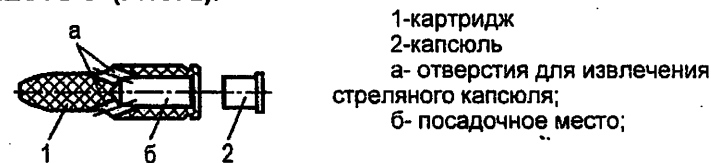

Рисунок 2 – Установка капсюля в патрон
- аккуратно установить в посадочное место б (рис. 2) патрона капсюль-воспламенитель «Жевело» согласно п. 1.2 настоящего паспорта.
ВНИМАНИЕ! ЗАПРЕЩАЕТСЯ ИЗВЛЕКАТЬ ИЗ ПАТРОНА СТРЕЛЯНЫЙ КАПСЮЛЬ ЧЕРЕЗ ОТВЕРСТИЯ а И ПОСАДОЧНОЕ МЕСТО б (РИС. 2).
- через отверстие **а** (рис.2) аккуратно извлечь стреляный капсюль-воспламенитель «Жевело»
ВНИМАНИЕ! ЗАПРЕЩАЕТСЯ ИЗВЛЕКАТЬ ИЗ КАРТРИДЖА НЕ СТРЕЛЯНЫЙ КАПСЮЛЬ ЧЕРЕЗ ОТВЕРСТИЯ **а И ПОСАДОЧНОЕ МЕСТО **б** (рис. 2).**